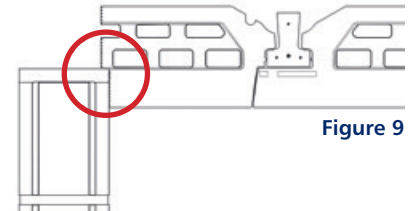

Figure 9
- Après découpe dans la longueur, réaliser une feuillure de manière à obtenir une profondeur d'appui d'au moins 2 cm (Figure 9)